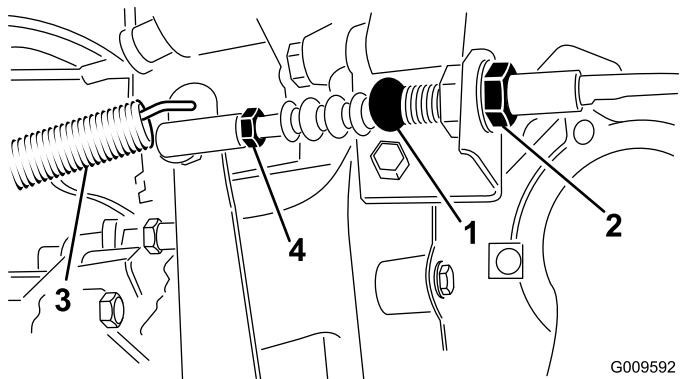

Figure 69
1. Desserrez les écrous de blocage qui fixent le câble d'embrayage au support sur le carter d'embrayage (Figure 69).